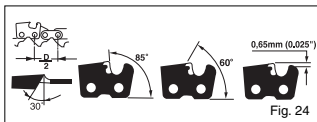
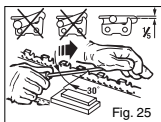

Fig. 24
Fig. 25
-3/8" Lav Profil X ,050". Slibning af kæden: Lyden af kæden (fig. 24) er.
Slib kæden med en rund fil 3/16 til (4.8mm) Slib altid tænderne med en udad bevægelse (fig. 25) med opmærksomhed på de i fig. 24 givne værdier.